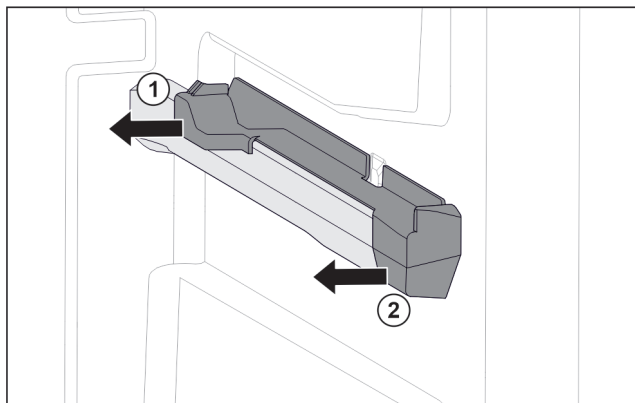

Fig. 148 Nasazovací díl na pravém žebrování na nádoby
- Stáhněte nasazovací díl vzadu na stranu. Fig. 148 (1)
- Stáhněte nasazovací díl vpředu na stranu. Fig. 148 (2)